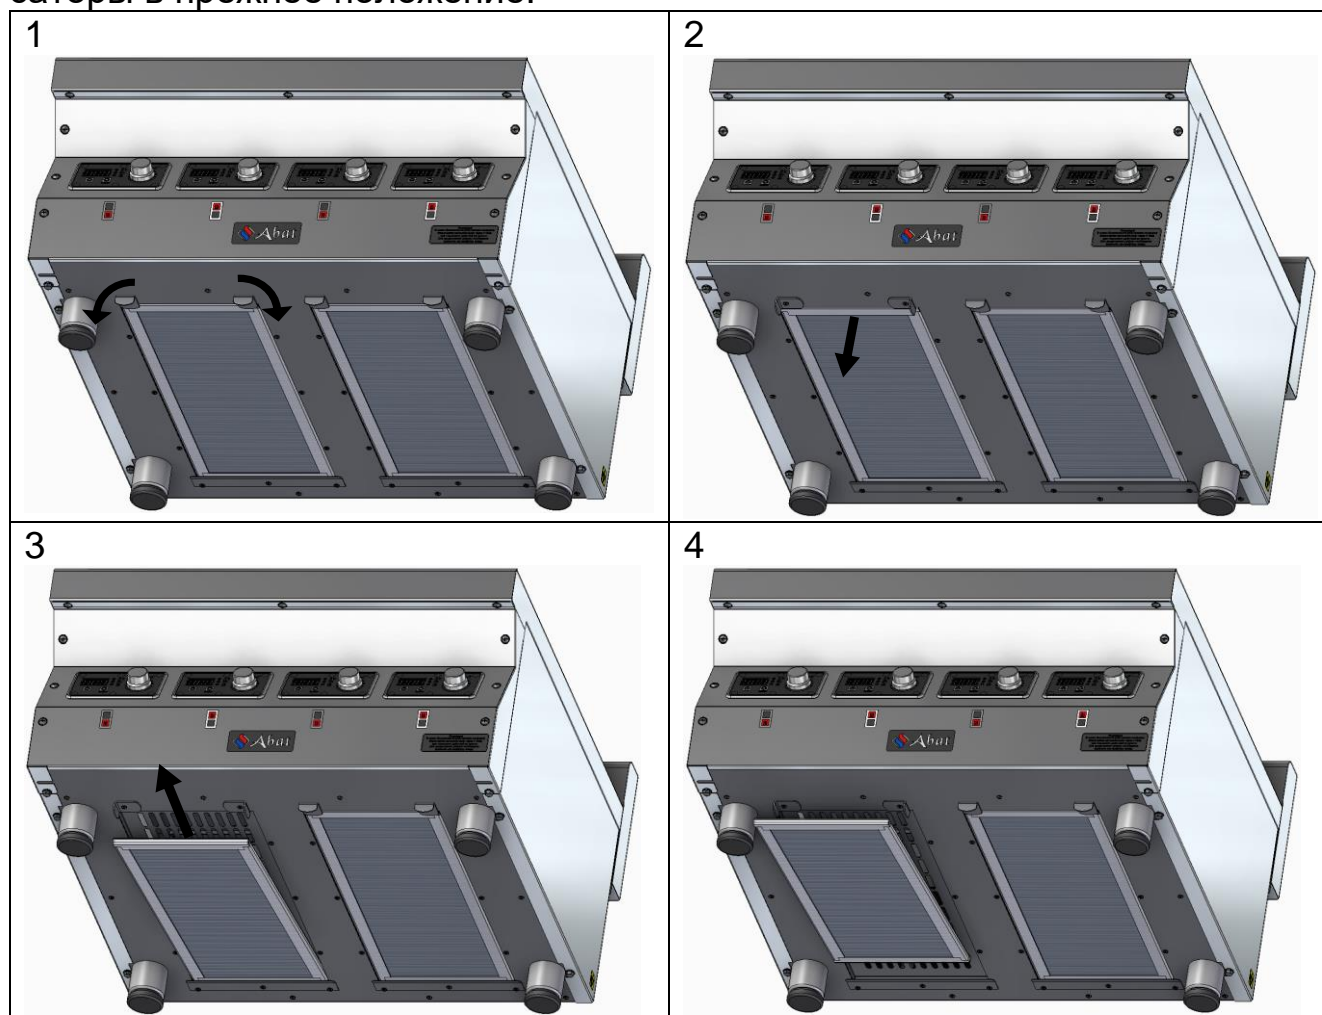

Рис. 8. Извлечение жироулавливающего фильтра
- повернуть на 90 градусов 2 фиксатора, крепящих фильтр к днищу и вынуть его (см. **рис. 8**);